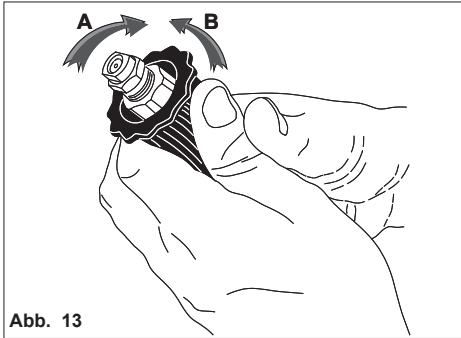

Abb. 13
GEBRAUCH DES VERSTELLBAREN SPRÜHKOPFS (Abb.13)
- Wenn der Hochdruckreiniger nicht benutzt wird, die Sicherheitsvorrichtung am Griff schließen. (Abb. 13)